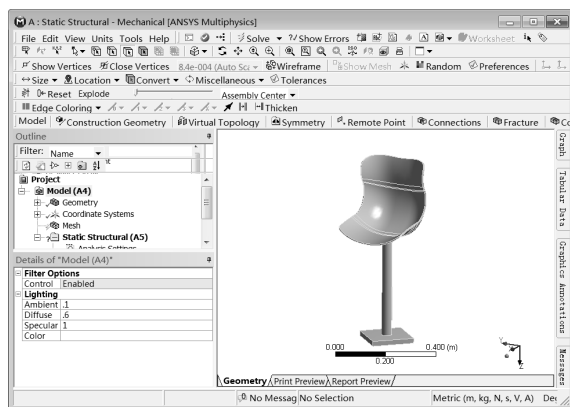

图 5-14 Mechanical 界面
Step1: 双击主界面项目管理区项目 A 中的 A4 栏 Model 选项, 进入如图 5-14 所示 Mechanical 界面。在该界面下即可进行网格的划分、分析设置、结果观察等操作。